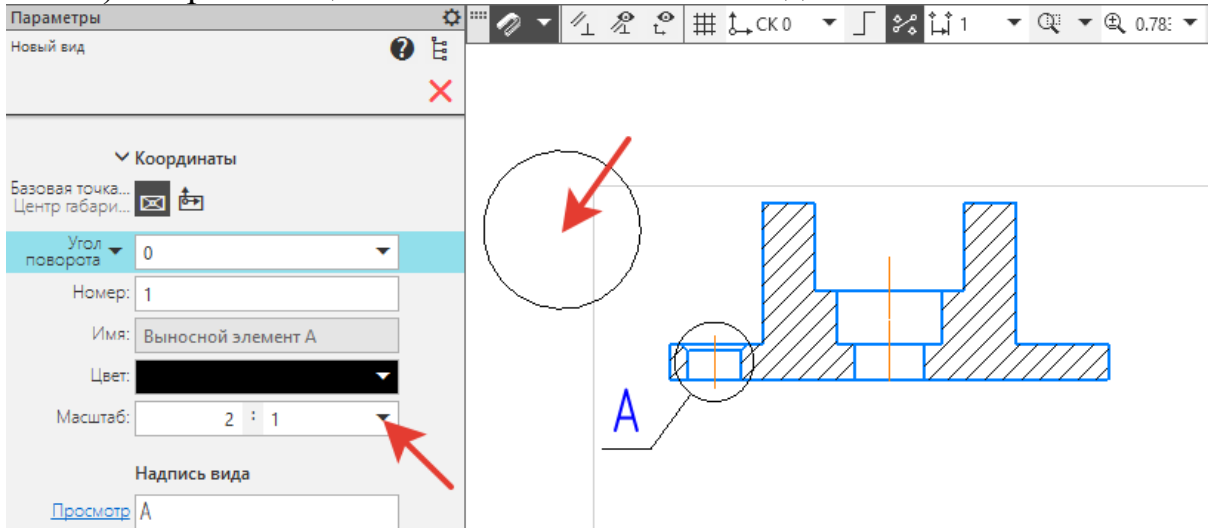

Рисунок 57.
20. Откроется окно **Параметры – Новый вид**, в графе **Масштаб - 2:1** (рисунок 57). Закрепить щелчком слева от главного вида